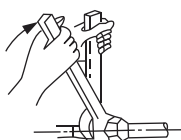

Рис. 5-4
- Затяните ее гаечным и динамометрическим ключом (см. Рис. 5-4).
- При подсоединении трубопроводов хладагента всегда используйте два гаечных ключа для затягивания или ослабления гаек! (См. Рис. 5-4). В противном случае возможно повреждение соединений трубопроводов и утечка.